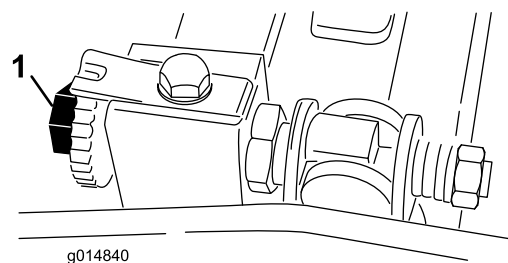
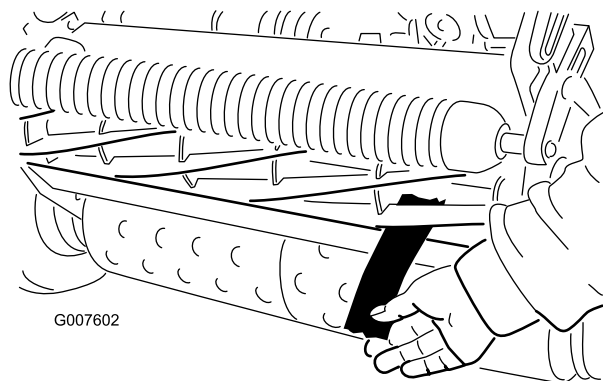

Figura 39
Figura 40
2. Asegúrese de eliminar el contacto con el molinete girando los tornillos de ajuste de la barra de asiento en el sentido contrario a las agujas del reloj (Figura 39).
- En cada extremo del molinete, desde delante, inserte una tira larga de papel de periódico entre el molinete y la contracuchilla (Figura 40). Gire el molinete lentamente hacia adelante, y al mismo tiempo gire en el sentido de las agujas del reloj el tornillo de ajuste de la barra de asiento (en el mismo extremo del molinete), un clic a la vez, hasta que el papel quede ligeramente aprisionado cuando se inserta desde delante, paralelo a la contracuchilla, produciendo una ligera resistencia al tirar del papel (Figura 39)
- Cuando termine el ajuste, compruebe si el molinete 'pellizca' un papel cuando se inserta desde delante, y si corta el papel cuando se inserta en ángulo recto respecto a la contracuchilla (Figura 40). Debe ser posible cortar el papel con un contacto mínimo entre la contracuchilla y las cuchillas del molinete. Si se nota una resistencia excesiva en el molinete (más de 7 pulgadas-libra (0,79 Nm)), será necesario afilar o amolar la unidad de corte para conseguir los filos necesarios para un corte de precisión (consulte el manual de afilado de molinetes de Toro).